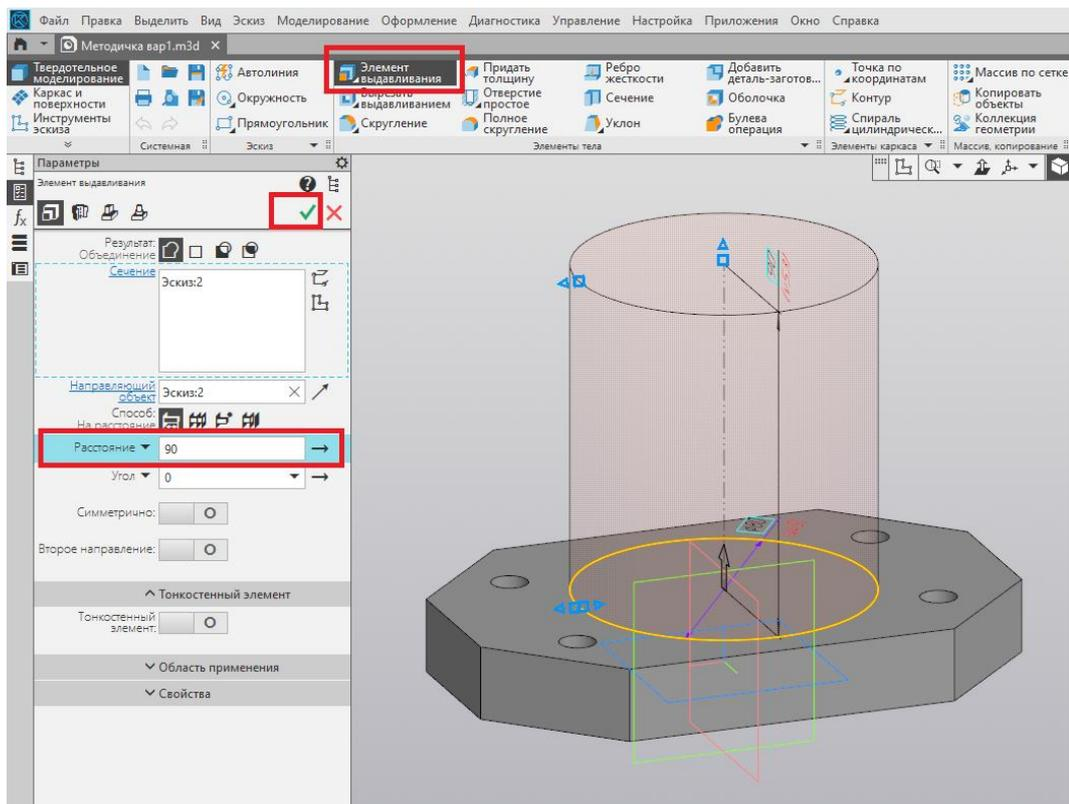

Рис. 17
14. При помощи команды «Элемент выдавливания» выдавливаем эскиз с окружностью на высоту 90 мм. Завершаем выполнение команды нажатием на зелёную галочку (рис. 17).